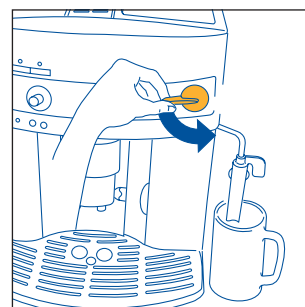
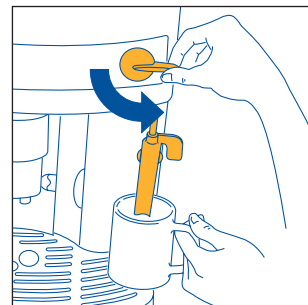
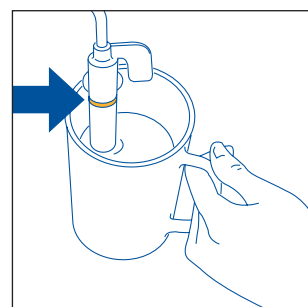

Fig.5
Fig.23
Fig.24
3. **ONMIDDELIJK DAARNA; NA MAXIMAAL 30 SECONDEN** de stoomknop helemaal tegen de wijzers van de klok draaien (fig. 5) (het is normaal dat het apparaat hier wat luidruchtig is).
- Draai de stoomknop een halve toer tegen de wijzers van de klok in (fig. 5): er drupt warm water uit het cappuccinomondstuk en in het onderliggend druiptbakje.
- **Onmiddellijk hierna, binnen twee minuten** (zoniet gaat het apparaat automatisch terug naar de functie koffie), dompel het cappuccinomondstuk onder in het recipiënt met melk (fig. 23) en let erop dat de reliëfstreep op het cappuccinomondstuk zelf niet onder de melk komt te staan (aangegeven met de pijl in fig. 24). Draai de stoomknop een halve toer tegen de wijzers van de klok in (fig. 5). (Let erop u niet te verbranden). Uit het cappuccinomondstuk komt stoom dat het volume van de melk doet toenemen en de melk romiger doet worden. Om een romiger crème te bekomen, het cappuccinomondstuk onderdempelen in de melk en langzame draaibewegingen maken van onder naar boven met het recipiënt. (Het is raadzaam niet langer dan 2 minuten na elkaar stoom af te geven).
- Draai de stoomknop gedurende enkele seconden volledig tegen de wijzers van de klok in om wat stoom of water af te geven (fig. 5). Op die manier elimineert het stoempijpje eventuele melkresten. **BELANGRIJK:** Om hygiënische redenen, is het raadzaam deze handeling altijd uit te voeren, om te voorkomen dat de melk stagneert in de leidingen van het cappuccinomondstuk.